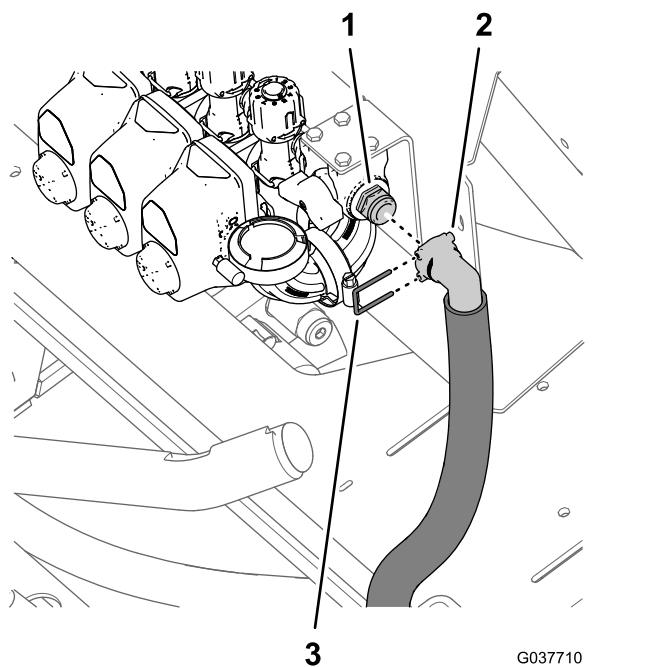
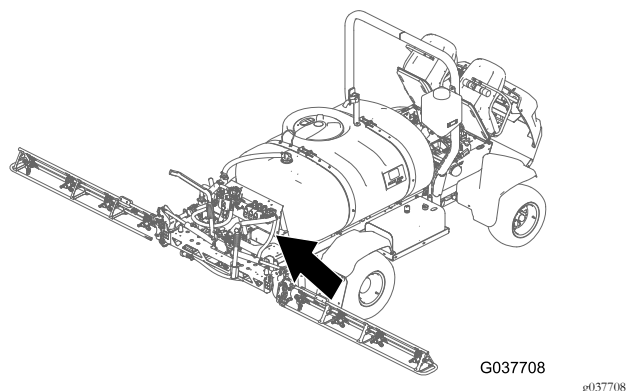

Figura 78
Figura 77
1. Montate il raccordo dentellato a 90° del flessibile di bypass - 2,5 x 64 cm (1 x 25 poll.) sul raccordo di collegamento rapido nella valvola di intercettazione di bypass (Figura 77 e Figura 78).